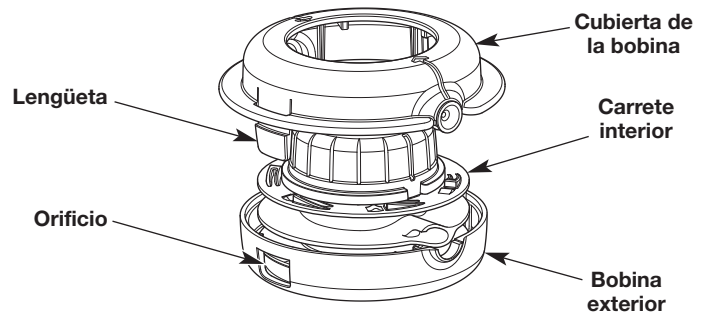

Fig. 16
1. Oprima firmemente las lengüetas del cabezal de corte (Fig. 16).
2. Retire la cubierta de la bobina (Fig. 16).
4. Utilice una tela limpia para limpiar el carrete interior, la bobina exterior y la cubierta de la bobina (Fig. 16).
5. Se deben alinear las lengüetas de la cubierta de la bobina con los orificios de la bobina exterior (Fig. 16). Oprima la cubierta de la bobina sobre la bobina exterior hasta que las lengüetas entren a presión firmemente en los orificios.